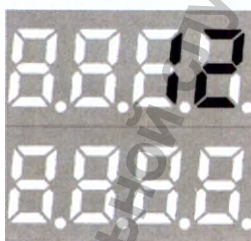

Рис.13
3. Выбор режима работы (рис.13).
- 6.13 При помощи переключателя режимов установить режим работы установки: Режим 7 минут, Режим 12 минут или Режим 20 минут. Начальное положение переключателя 7 минут – основной режим работы установки. При переключении режимов на табл информационном многофункциональном краткосрочно отображается время режима сопровождающееся сигналом зуммера (рис. 13).